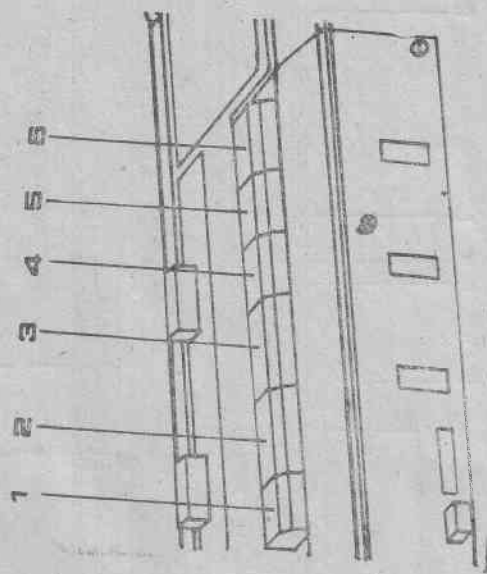
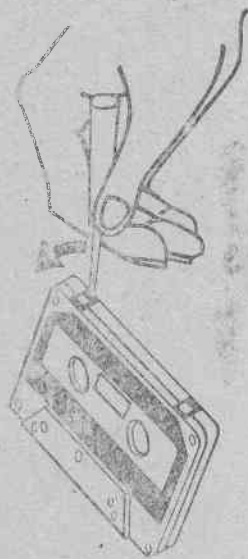
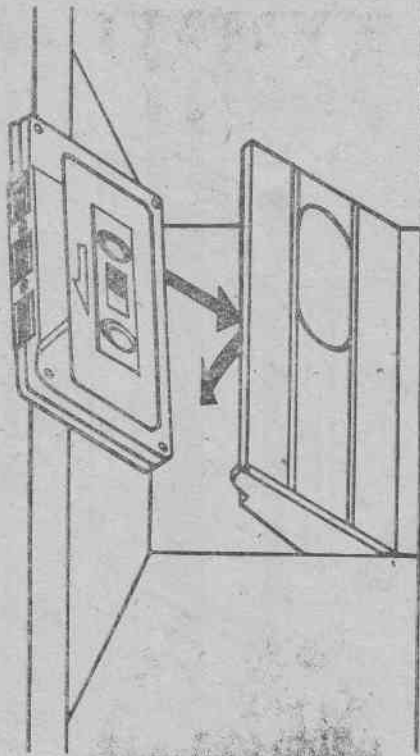

Рис. 2.
Рис. 6.
Рис. 8.
5.3. Органы управления лентопротяжным механизмом приведены на рис. 2:
Перед тем как установить кассету в кассетоприемник проверьте состояние магнитной ленты. Магнитная лента должна быть в натянутом состоянии и не иметь петель. Слабое натяжение ленты или образовавшуюся петлю (рис. 5а) устранить при помощи карандаша, как показано на рис. 5б. Для сохранения фонограммы от случайного стирания удалите у кассеты предохранительный упор с тыльной стороны кассеты (рис. 6). После удаления предохранительного упора кнопка ЗАПИСЬ (см. рис. 2, поз. 6) не будет включаться
Включение магнитофонного устройства в различные режимы работы осуществляется нажатием на соответствующие кнопки лентопротяжного механизма (см. рис. 2, поз. 1—6).
Для выключения магнитофонного устройства при любых режимах работы необходимо нажать на кнопку СТОП (см. рис. 2, поз. 2).
Для установки кассеты проверьте положение кнопок лентопротяжного механизма (см. рис. 2, поз. 2—6). Все кнопки должны быть в отжатом положении. Если какая-либо из указанных кнопок нажата, нажмите на кнопку СТОП. После этого нажмите на кнопку КАССЕТА, установите кассету с магнитной лентой в кассетоприемник, как показано на рис. 8 и закройте его.